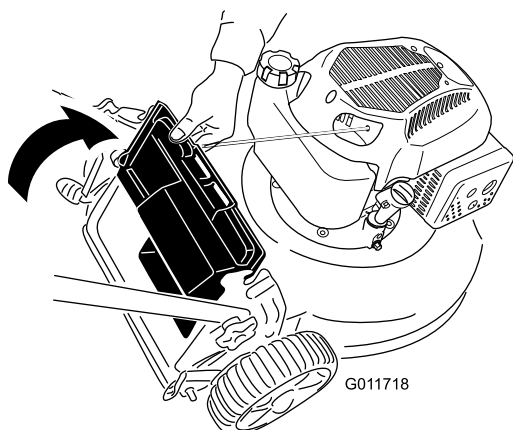

Рисунок 14
2. Поднимите и удерживайте задний отражатель (Рисунок 14).